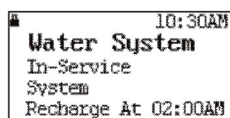

рис. 9D
- Время начала регенерации (только для режимов A-01/03/11/13), например 02:00 ночи (рис. 9D).